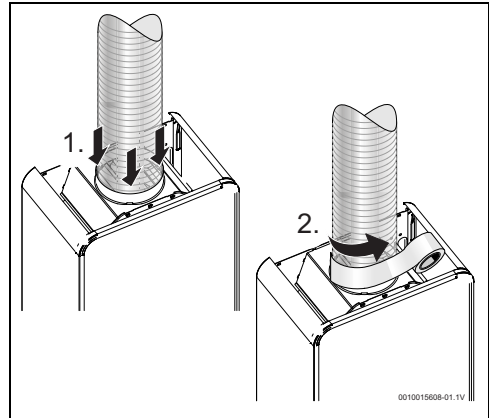

Fig. 12
- ser introduzida no interior do anel da chaminé (→ dimensão do anel na Tab. 4), sem folgas, e apoiada nos encaixes. Na existência de folgas, a ligação tem de ser vedada com material adequado (Fig. 12),